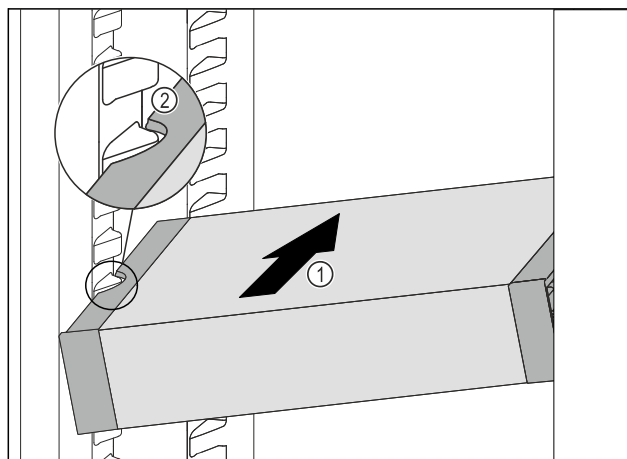

Fig. 127
- Inserire VarioSafe ad angolo nel vano frigorifero Fig. 127 (1), fino a quando le cavità laterali Fig. 127 (2) di VarioSafe non si trovano al livello della nervatura del contenitore nel vano frigorifero.